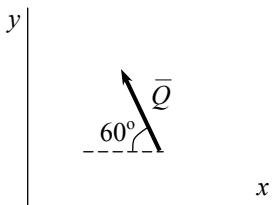

Рис. 55
34. Чему равны проекции силы $\bar{Q}$ на оси координат (рис. 55)?